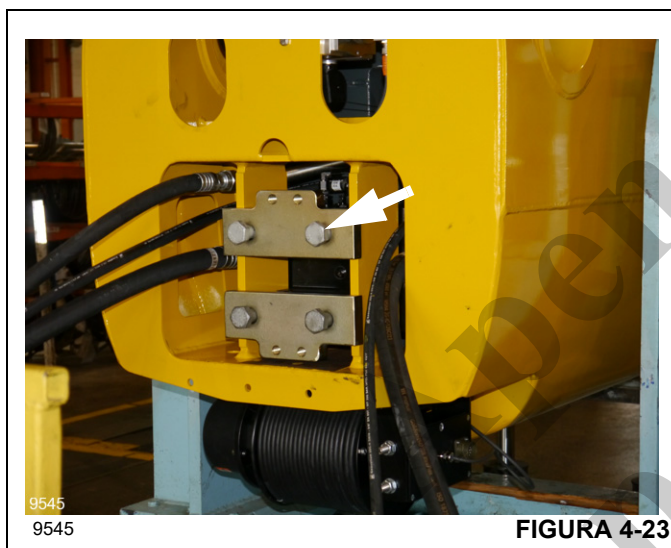

FIGURA 4-23
1. Conecte uma faixa ao telescópio 1, depois, usando um aparelho de elevação superior ou outro guindaste, erga o telescópio 1 de forma que seja possível instalar as faixas (66), os suportes (33) e os deslizadores (30, 31, 32).
6. Prenda as faixas e as placas de desgaste com as placas (36).
7. Entre na seção da base e retire as faixas de ligação que restringem as mangueiras do cilindro. Encaminhe as mangueiras para fora da parte traseira da seção da base conforme indicado em Figura 4-23.
8. Prenda o cilindro do telescópio com os quatro parafusos de retenção do cilindro (Figura 4-23) e duas placas de retenção.